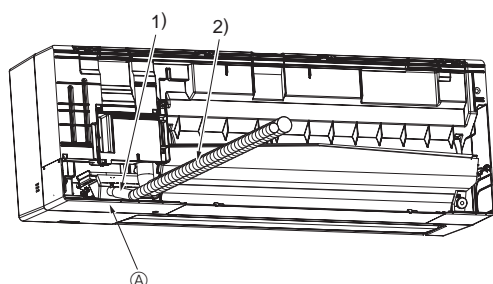

Fig. 3-8
3.3.2. Tubería posterior derecha y tubería inferior derecha (para el modelo WL04/06/08) (Fig. 3-8)